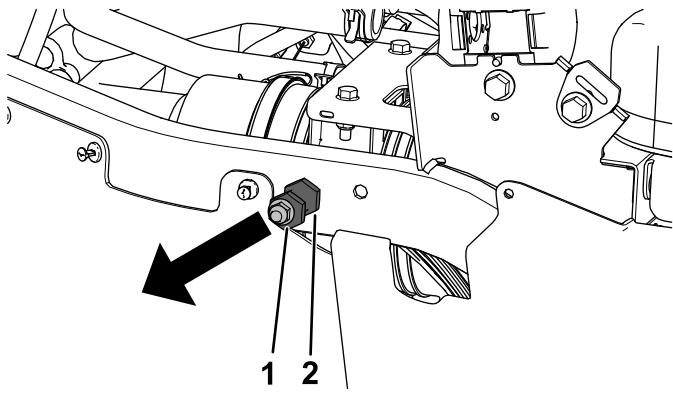

Figura 35
5. Retire la contratuerca ($\frac{3}{8}$ ") y el tope de enganche de los tubos del bastidor trasero izquierdo y derecho (Figura 35).